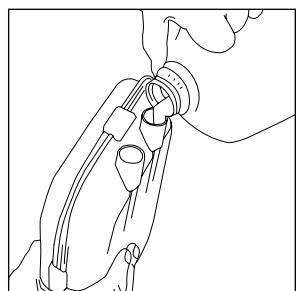
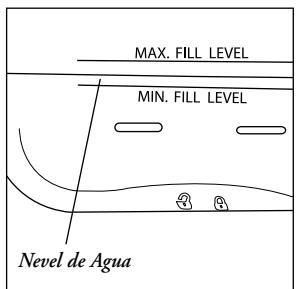

Figura 2
Figura 3
Asegúrese de que los seis pestillos corredizos han sido colocados en la posición de bloqueo (④) y que el anillo estanco está colocado debidamente. Sujete el humidificador en posición vertical con los puertos de entrada y descarga hacia arriba. Vierta suficiente agua en ambos puertos (**Figura 2**) hasta que el nivel del agua de ambas mitades de la cámara esté entre las líneas de llenado mínimo y máximo de la superficie superior de la tapadera del humidificador. El nivel del agua debe estar entre las líneas de llenado como se muestra en la **Figura 3**. El humidificador también puede llenarse añadiendo una cantidad de agua medida de antemano, entre 425 ml y 525 ml, por ambos de los puertos.